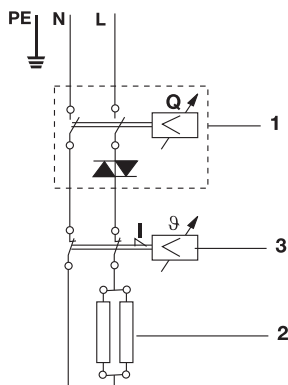

Рис. 5. NPX Aquatronic DIGITAL 2.0
- Сетевой кабель должен быть стационарно подключен к терминальному блоку нагревателя, как изображено на коммутационной схеме (рис. 5).